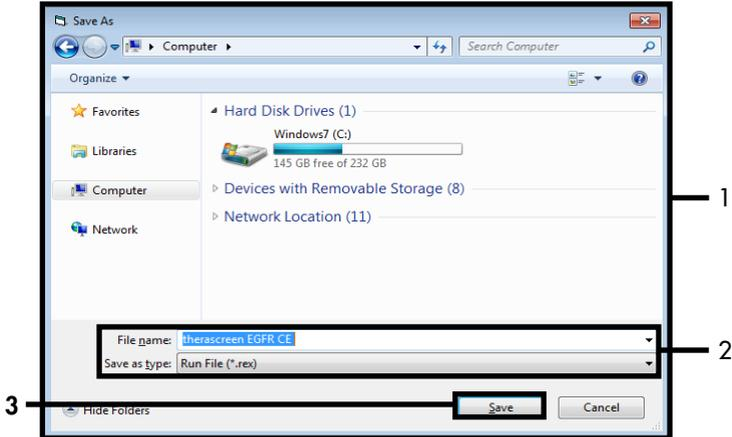

Abbildung 6. Das Fenster „Save As“ (Speichern unter) (1). 2 = Felder „File Name“ (Dateiname) und „Save as type“ (Dateityp); 3 = „Save“ (Speichern).
17. Wählen Sie einen geeigneten Dateinamen aus und speichern Sie den PCR-Lauf als *.rex-Laufdatei am ausgewählten Speicherort. Klicken Sie auf Save (Speichern) (Abbildung 6).